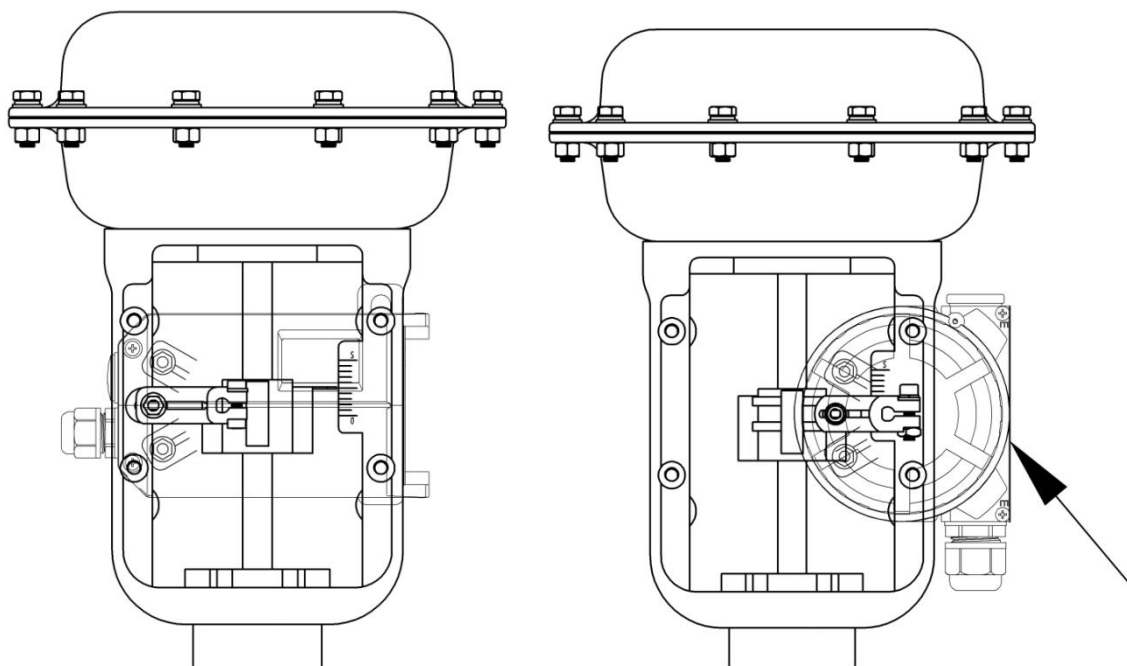
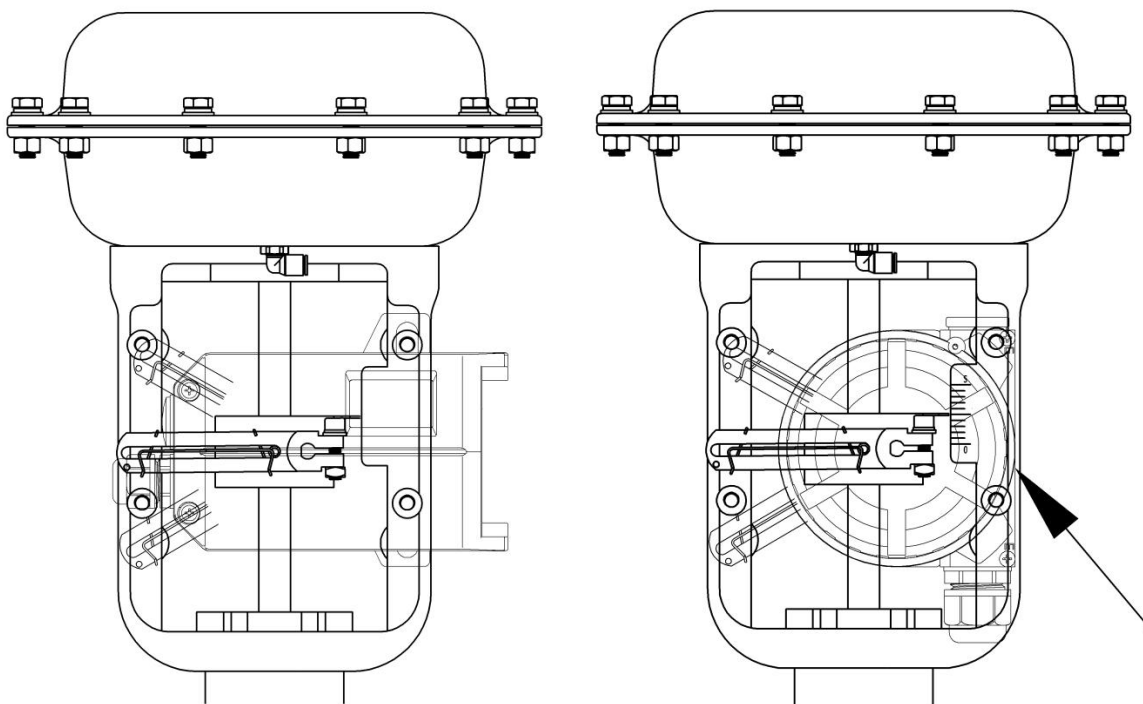

图 22. 与执行器安装（反馈杆 A）
图 23. 与执行器安装（反馈杆 B）
- 对于常规型直行程定位器，确保定位器外壳上平面和阀的主轴成直角。对于远传型直行程定位器，确保传感器壳体箭头（图 22 和图 23 右侧所示）所指平面与阀的主轴互相平行。否则会影响控制精度。最后用螺栓锁紧支架。